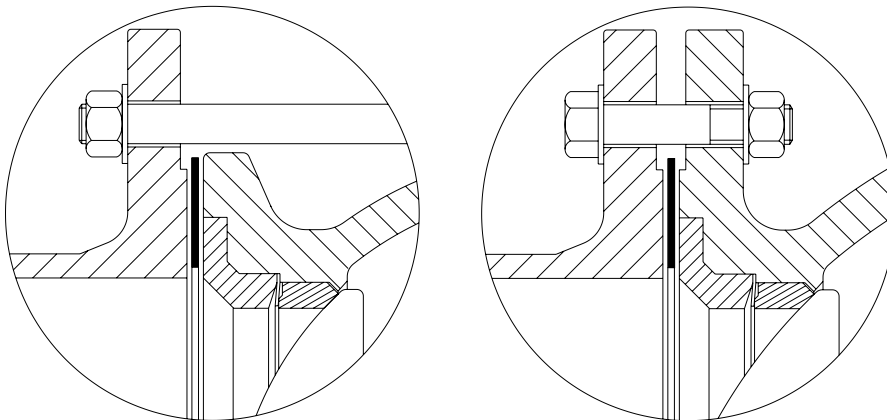

Fig. 5-2 Junta
- Asegúrese de que la válvula y las juntas están correctamente centradas y de que se usan las juntas de calidad adecuada. La función de cierre de la válvula depende de la junta del lado de entrada, que transmite la presión desde la brida de conexión a la tapa (→ Fig. 5-2).